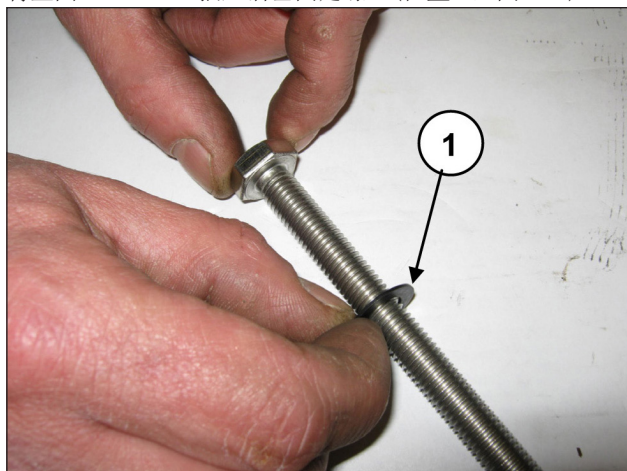

图 187
将垫圈010x18x0.9插入活塞固定螺丝(位置①, 图 187)。